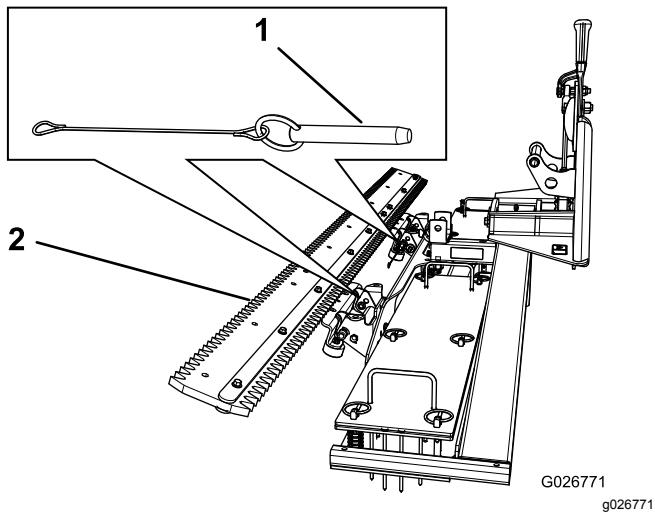

Bild 11
1. Entfernen Sie die zwei Lastösenbolzen (Bild 11).
1. Lastösenbolzen (2) 2. Groomer in Lagerstellung
2. Kippen Sie den Groomer nach oben und stecken Sie die Lastösenbolzen ein, um ihn zu arretieren (Bild 11).